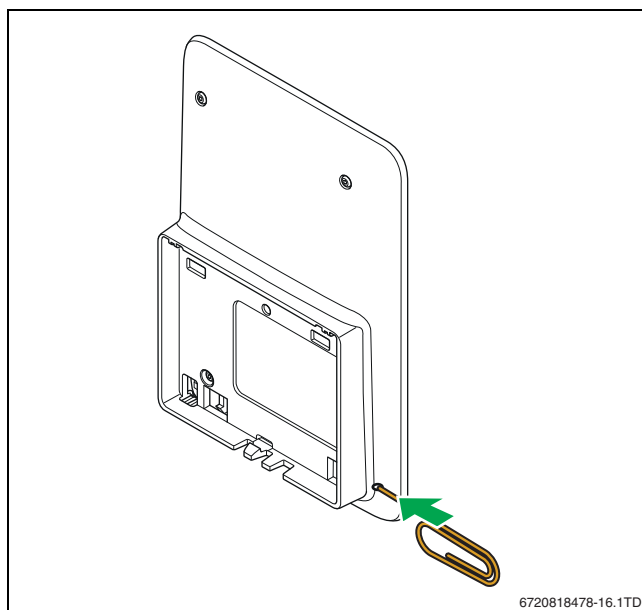

Bild 19 Reset
- ▶ Die Reset-Taste (→ Bild 19) einige Sekunden drücken. Achtung! Dabei werden alle personalisierten Einstellungen gelöscht, und die Wi-Fi-Verbindung muss erneut hergestellt werden.